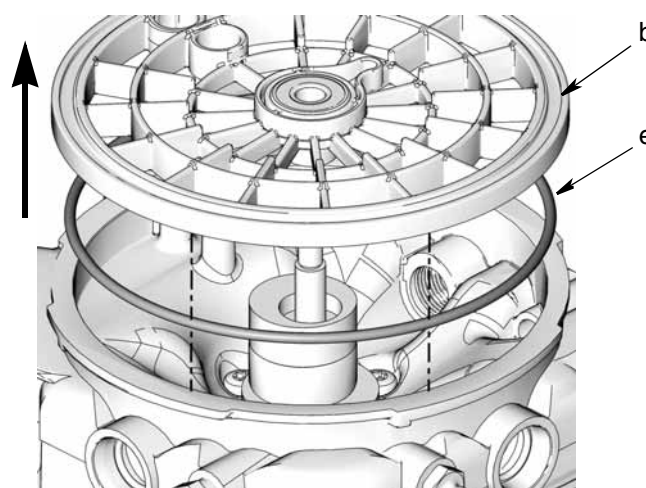

FIG. 6
4. Rimuovere l'anello di tenuta (e) posizionato sotto il solco della piastra perforata (FIG. 6).